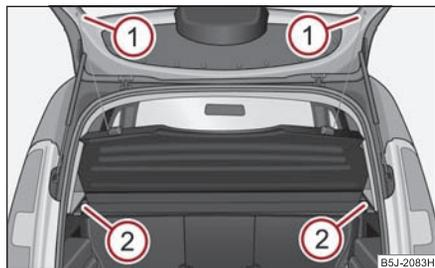

Fig. 78 Desmontaje de la cubierta del maletero
- Desenganchar las cintas de sujeción en la tapa de maletero ① ⇒ fig. 78.
- Retire la cubierta del maletero de su fijación ② tirando de ella hacia atrás o con ligeros golpes en la parte inferior de la tapa.
- Para volver a efectuar el montaje, introducir primero la cubierta del maletero en la fijación ② y, a continuación, enganchar las cintas de sujeción ① en la tapa de maletero.